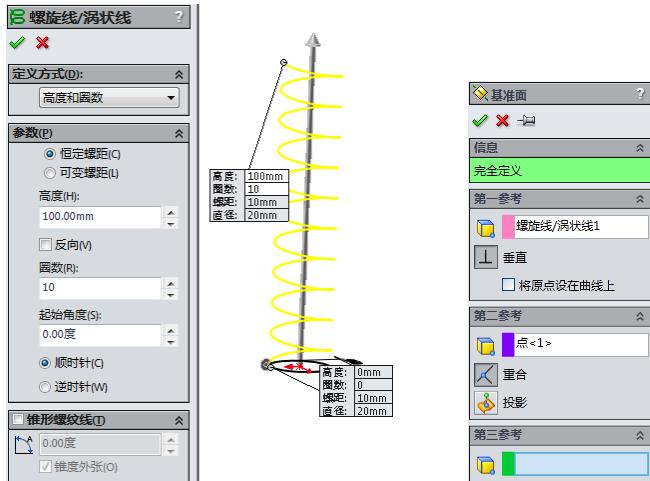

图 7-105 设置螺旋线参数
**03** 绘制螺旋线。在菜单栏中选择“插入”→“曲线”→“螺旋线/涡状线”，或者单击“特征”工具栏中的“螺旋线/涡状线”图标按钮 $\textcircled{B}$ ，在“螺旋线/涡状线”属性管理器中设置定义方式为：高度和圈数；高度为 100mm，圈数为 10；起始角度为：0 度，其他选项如图 7-105 所示。单击“确定”图标按钮 $\checkmark$ ，从而生成螺旋线。